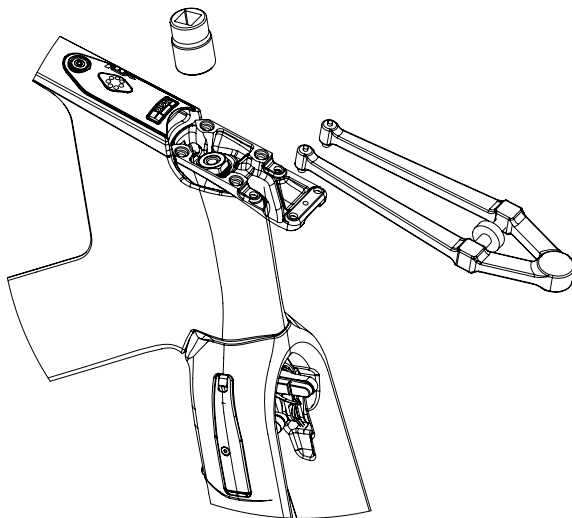

Fig. 11
- 1- Maintenir la fourche pour ne pas qu'elle tombe, et défaire l'écrou de serrage potence ⑥ à l'aide d'une clé à douille 6 pans de 18mm. Mettre de côté l'écrou.
- 2- S'il s'agit du premier montage, retirer la pièce plastique rouge ⑤ .
- 3- Insérer la partie inférieure de la potence ① sur la fourche, en s'assurant que le jeu de direction soit correctement installé. Veiller à faire passer la gaine de frein arrière dans le trou oblong de la potence.
- 4- Appliquer 3 gouttes de frein-filet normal (type Loctite bleue 243) sur le taraudage de l'écrou ⑥.
- 5- Remettre en place l'écrou ⑥ et serrer au couple de **55Nm**. Cette opération nécessite de bloquer la fourche, pour cela utiliser une clé a ergot (Fig. 11) positionnée dans les perçages de la potence servant à la fixation du cintre. Durant le serrage, le système de clavette permet un auto-alignement de la potence avec la fourche.
- 1- Mettre en place la butée de direction (8) dans son logement (en forme de haricot) sur la fourche.
- 2- Appliquer une fine couche de graisse sur la fourche là où la bague fendue (7) est en contact avec celle-ci. Enfiler la bague fendue (7). Veiller à ne pas mettre de graisse dans le logement et sur la butée de direction (8) (cela pourrait provoquer un encrassement du logement, et gêner à la rotation de la fourche).
- 3- Appliquer une fine couche de graisse sur la bague fendue inférieure (7) puis positionner le roulement inférieur (6) sur celle-ci. Attention au sens du roulement.
- 4- Graisser généreusement le logement supérieur de la douille de direction du cadre. Puis empiler : la bague de fond de logement (5), le ressort (4), et la bague d'appui roulement (3). Veuillez à ce que les pièces s'emboîtent bien les unes dans les autres. Enfiler alors le roulement (2), en l'emmanchant bien droit, cela ne doit pas nécessiter d'effort. Déposer une fine couche de graisse entre chaque pièce.
- 5- Graisser le logement inférieur de la douille de de direction du cadre. Mais veiller à ne pas mettre de graisse dans le logement ou coulisse la butée de direction (8) (cela pourrait provoquer un encrassement du logement, et gêner à la rotation de la fourche).
- 6- Enfiler alors la fourche, puis remonter la potence et pré-visser l'écrou (1). Le serrer au couple de 55Nm en maintenant la potence par les trous de fixation du cintre avec une clé à ergot. (Cf. § AEROFLAT STEM - Fig. 11)